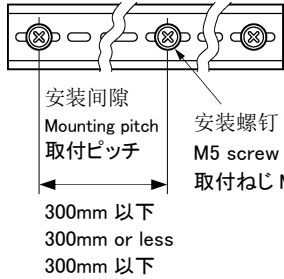
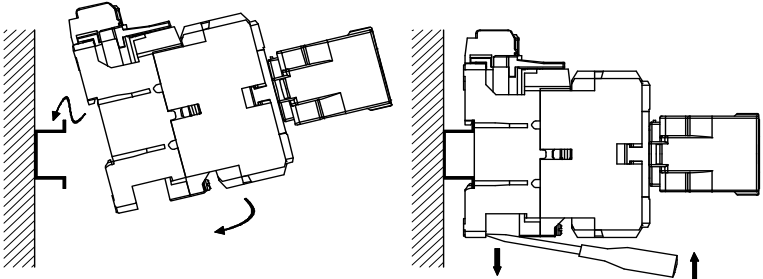

图 2 Fig. 2 図 2
图 3 Fig. 3 図 3
- (2) 导轨安装型可装于 35mm 安装轨上。(符合 IEC60715) 安装轨平面布置见图 2。装、卸接触器的方法见图 3。
- (3) The rail mounting type can be attached on a standard 35mm IEC60715 mounting rail. Fuji type TH35-15AL mounting rail is recommended. Mounting of the rail on the panel (Fig. 2) Attachment and removal (Fig. 3)
- (3) レール取付けは IEC60715 の 35mm 幅支持レールに取付けできます。レールのパネル取付け方法は(図 2)、取付・取外しは(図 3)をご覧ください。